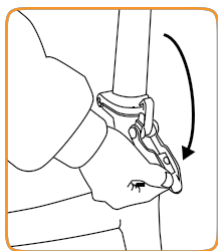

Fig. 5.3
4. Déverrouillez l'attache du tube de direction (fig. 5.3 et 5.4) et pliez le guidon devant la selle jusqu'à ce qu'il repose contre le côté droit du vélo. (Veillez à ce que les câbles ne pendent pas derrière la selle).